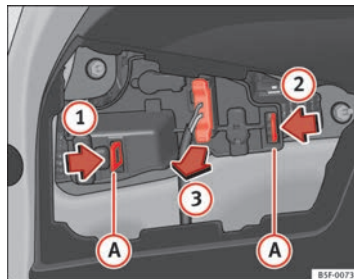

Abb. 155 Lampenträger ausbauen
- Entriegeln Sie die Befestigungslaschen **A** des Lampenträgers in Pfeilrichtung **1** und **2** ⇒ Abb. 155.
⇒ Abb. 155.
- Bauen Sie den Lampenträger ein und achten Sie darauf, dass die Halteclipsen ⇒ Abb. 155 **A** richtig eingeklipst sind.